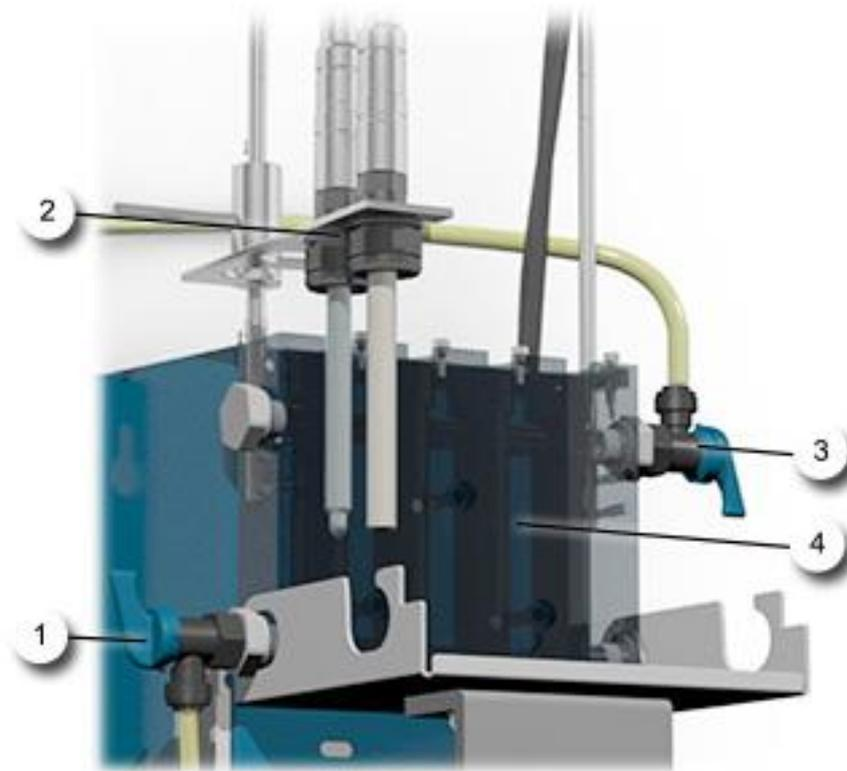

Abbildung 19: Geräteübersicht AquaMaster mit AquaScat WTM
2.	<p>Alle Sensoren aus dem Messzellenblock entfernen und in der Verriegelung positionieren (Abbildung 19, Position 2).</p> <hr/> <p>i pH-Sonde und Leitfähigkeits-Sensor in Gefäss mit Wasser tauchen, damit diese vor dem Austrocknen geschützt sind. Dafür kein destilliertes Wasser sondern sauberes Leitungswasser verwenden.</p> <hr/>
3.	Schlauch bei Einlaufregulierhahn (Abbildung 19, Position 1) vom Messzellenblock entfernen, Einlaufregulierhahn öffnen und Messzellenblock in ein Gefäss leerlaufen lassen.
4.	Messzellenblock (Abbildung 19, Position 4) mit Flaschenputzer reinigen.
5.	Einlaufschlauch (Abbildung 19, Position 1) wieder einstecken.